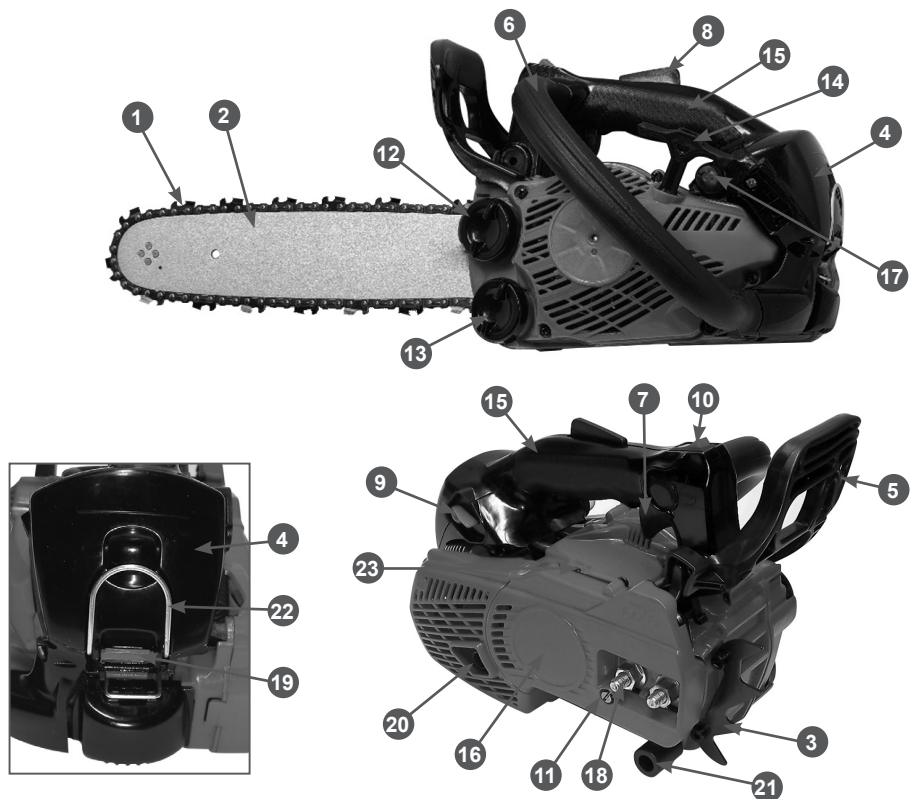

Рис. 1 Основные узлы и органы управления
Основные узлы и органы управления представлены на Рис.1.
3. Установите на место и закрепите винтами зубчатый упор так, как показано на Рис.1